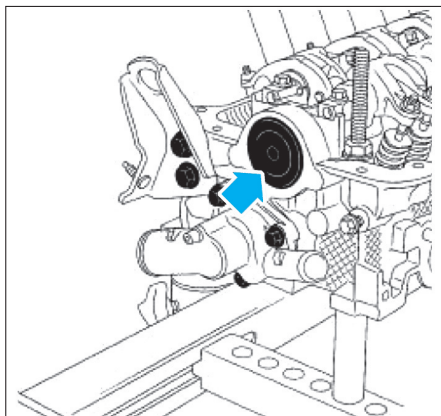

Fig. 40
- le bouchon d'étanchéité d'arbre à cames (Fig.40) situé côté boîte de vitesses,